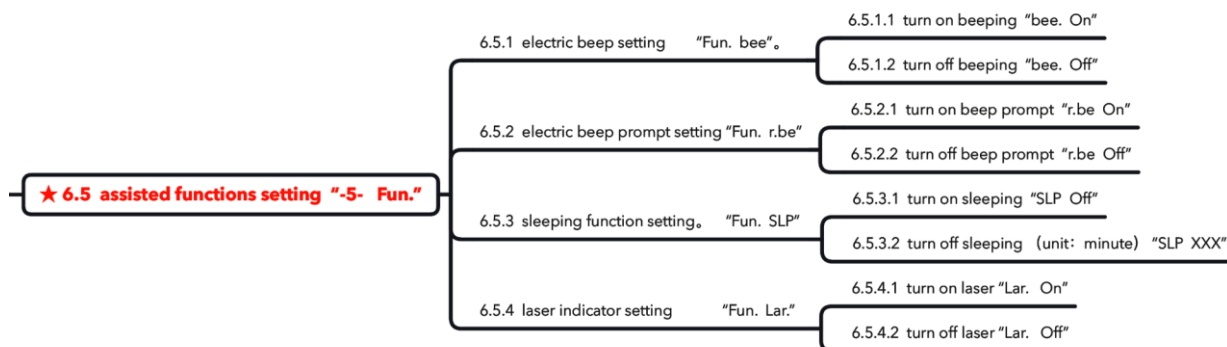

Fig. 61 Impostazione funzioni assistita
6.5 funzioni di impostazione assistita (Fig.61)